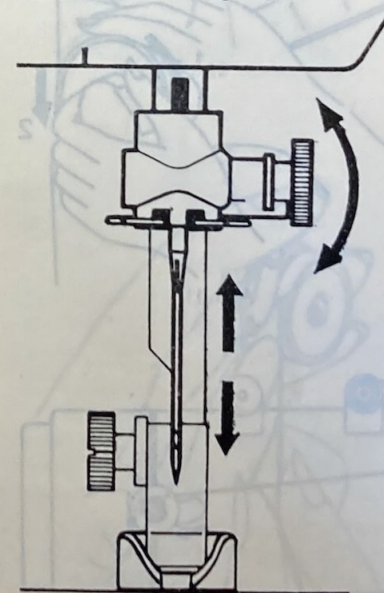

Abb. 7
8. Auswechseln der Nadel (Abb. 7)